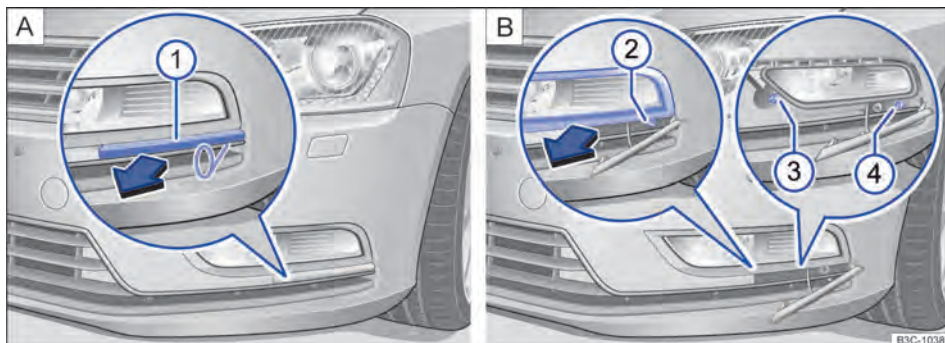

Fig. 253 No para-choque dianteiro à esquerda: lanterna para luz de neblina, farol de rodagem diurna e farol de conversão.
2. +Com o gancho extrator das ferramentas de bordo, puxar ⇒ Página 396 a capa de cobertura ⇒ Fig. 253 A ① para frente, no sentido da seta.
3. Com a chave de fenda das ferramentas de bordo ⇒ Página 396, desaparafusar o parafuso de fixação ⇒ Fig. 253 B ②.
4. Puxar a cobertura ⇒ Fig. 253 para frente no sentido da seta.
5. Desparafusar os parafusos de fixação ⇒ Fig. 253 B ③ e ④ com a chave de fenda.
14. Aparafusar os parafusos de fixação ⇒ Fig. 253 B ③ e ④.
15. Instalar a cobertura no para-choque e parafusar o parafuso de fixação ⇒ Fig. 253 B ②.
16. Instalar a capa de cobertura ⇒ Fig. 253 A ① no para-choque.